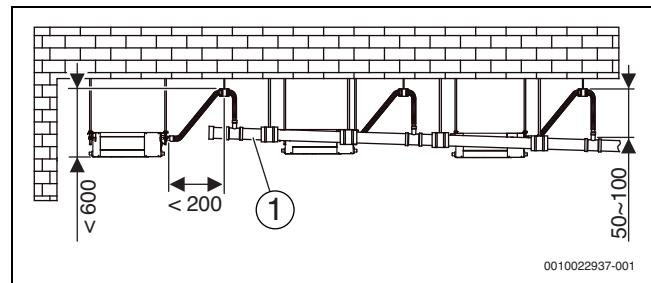
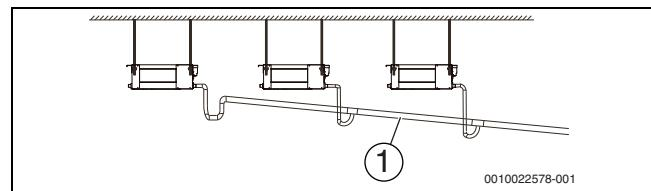

Рис. 17 Установка и габариты дренажного трубопровода с водяным насосом (мм)
Рис. 18 Монтаж сливного трубопровода без водяного насоса
- Установите дренажные трубы, как показано на рис. 17 (с водяным насосом) и рис. 18 (без водяного насоса). Выходное отверстие дренажного трубопровода не должно находиться выше, чем высота сброса воды; наклон трубы должен составлять не менее 1/100.